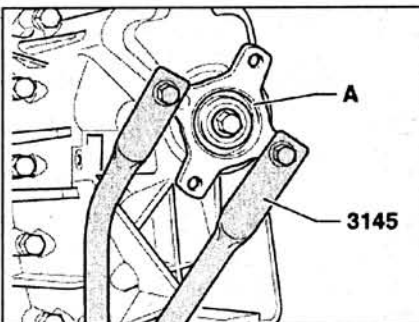

Рис. 4.54. Установите кронштейн 3145 на фланец и затяните болт крепления фланца А.
39. Установите кронштейн 3145 на фланец и затяните болт крепления фланца А (рис. 4.54).